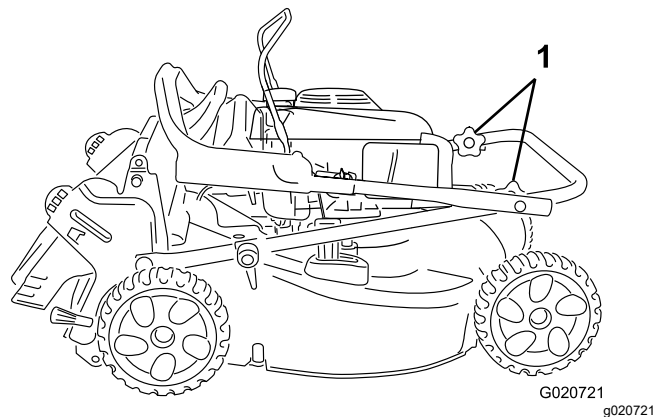

Figura 23
3. Gire la sección superior del manillar hacia atrás sobre el motor; consulte Figura 23.